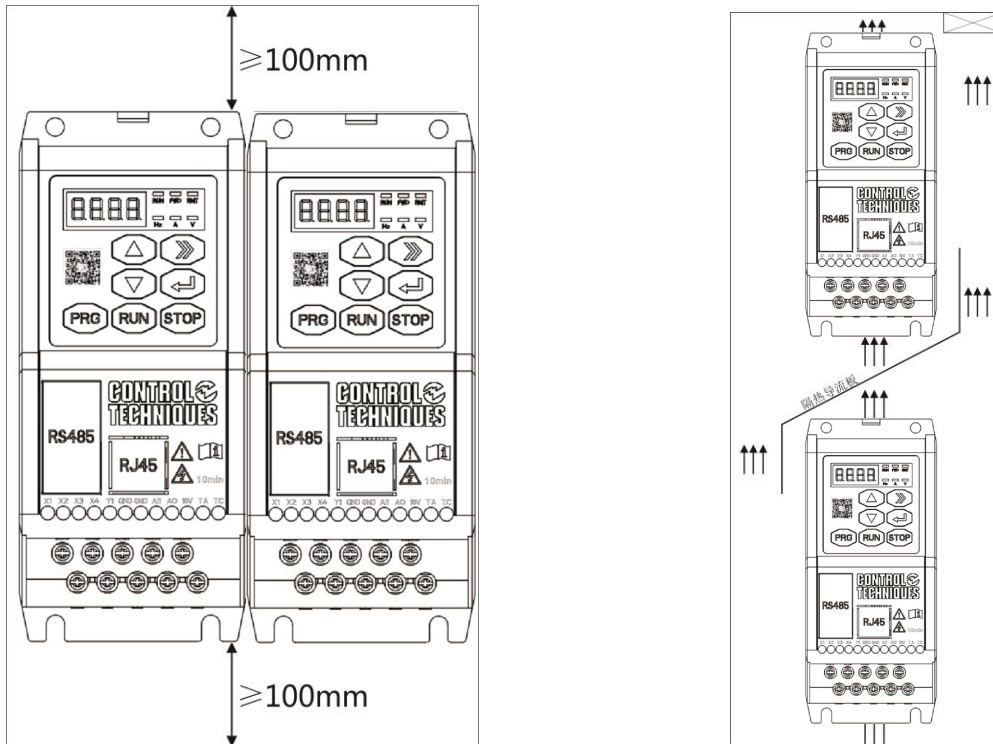

图 3-1 Commander XL 系列变频器安装示意图
- 1) 请垂直安装变频器，便于热量向上散发，但不能倒置安装。若柜内需同时安装多台变频器时，最好是并排安装。在需要上下安装の場合，请参考图 3-1 的示意图，安装隔热导流板。
- 2) 安装空间按照图 3-1 所示，保证变频器的散热空间，但安装时请考虑柜内其他器件的散热情况。